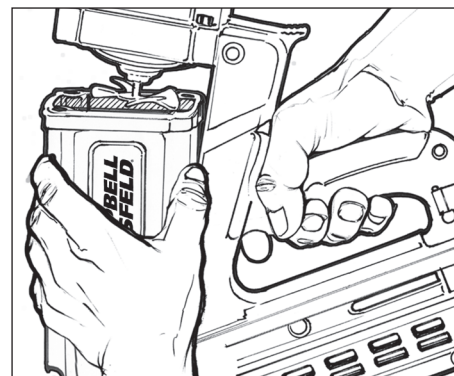

Figure 4
- Incliner avec précaution l'assemblage du manche et du magazine loin de l'assemblage du moteur. Séparer les deux assemblages (voir la figure 4).